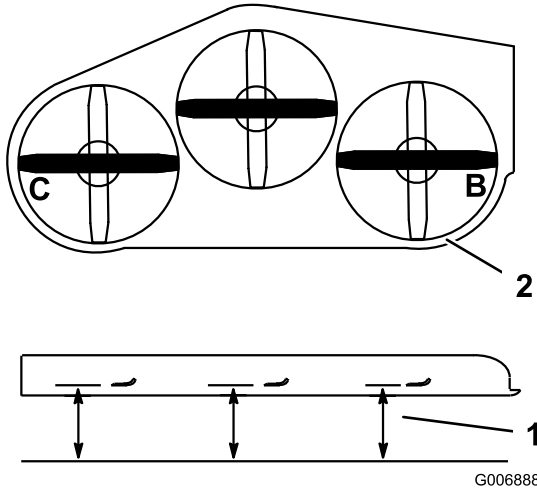

Figure 73
- Mesurez la distance aux points **B** et **C** entre une surface plane et le tranchant des pointes des lames (Figure 73).